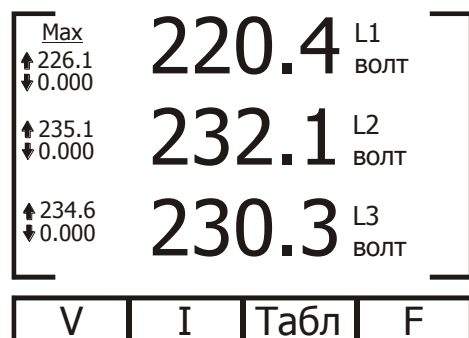

Рис. 25
3. Выберите пункт «Текущие значения» и нажмите Enter. На дисплее появится экран текущих, максимальных и минимальных значений напряжения, тока и частоты сети отдельно по трем фазам (рис. 25).